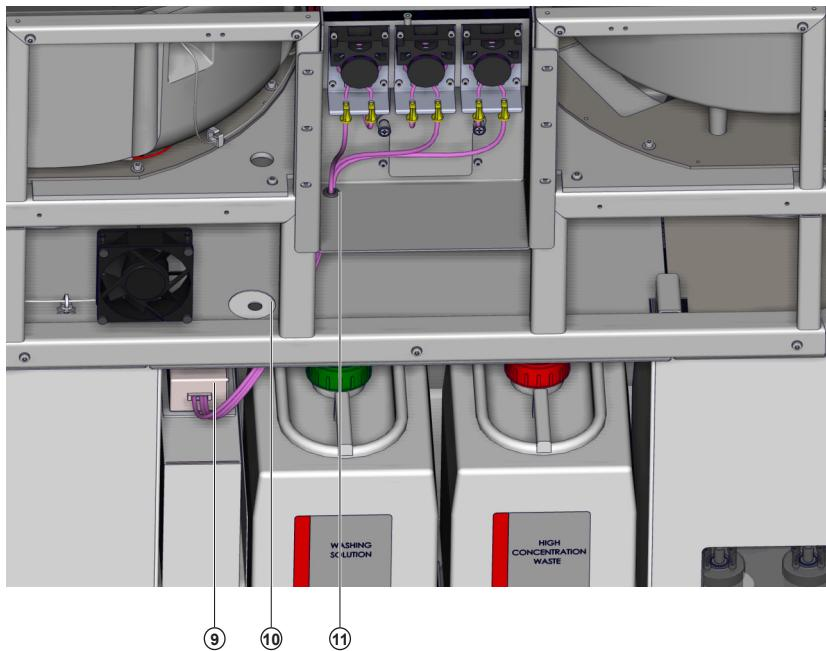

Ilustración 8.16 Instalación de los tubos
15. Coloque la pinza (9) para el kit de calibradores en el alojamiento situado al lado de las botellas internas. Véase Ilustración 8.16
16. Pasa los tubos por los dos orificios (10) y (11) hasta alcanzar el módulo.